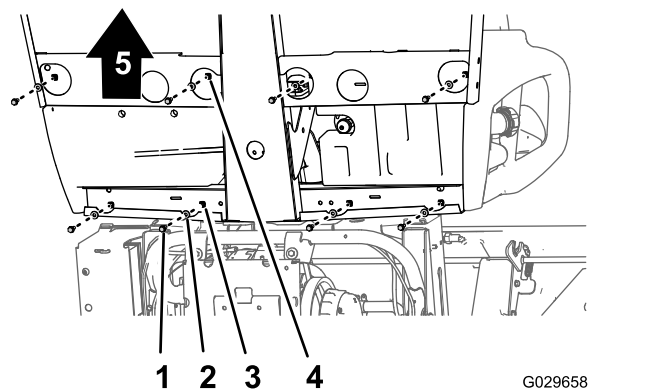
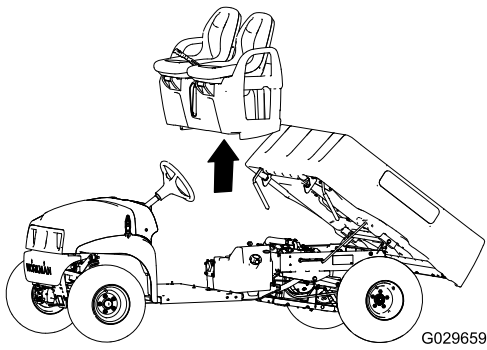

图 41
图 42
1. 在机器的底部，卸下将座椅底座固定至底板和后驾驶室通道上的 8 个凸缘头螺栓和 8 个垫圈（图 41）。
2. 小心从机器中提起座椅、座椅底座和手刹拉索（图 41）。
1. 将座椅和座椅底座提到机器上，并将刹车拉索与机箱对齐（图 41 和图 42）。
2. 将座椅底座中的孔与底板和后驾驶室通道中的孔对齐（图 41 和图 42）。